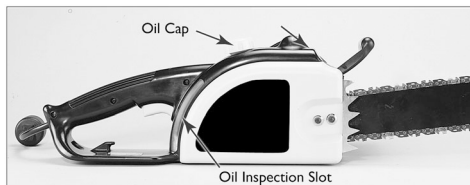

Fig. 6
**REMARQUE:** Votre tronçonneuse est équipée d'un système de graissage automatique qui constitue l'UNIQUE source de graissage du guide et de la chaîne (Fig. 6)